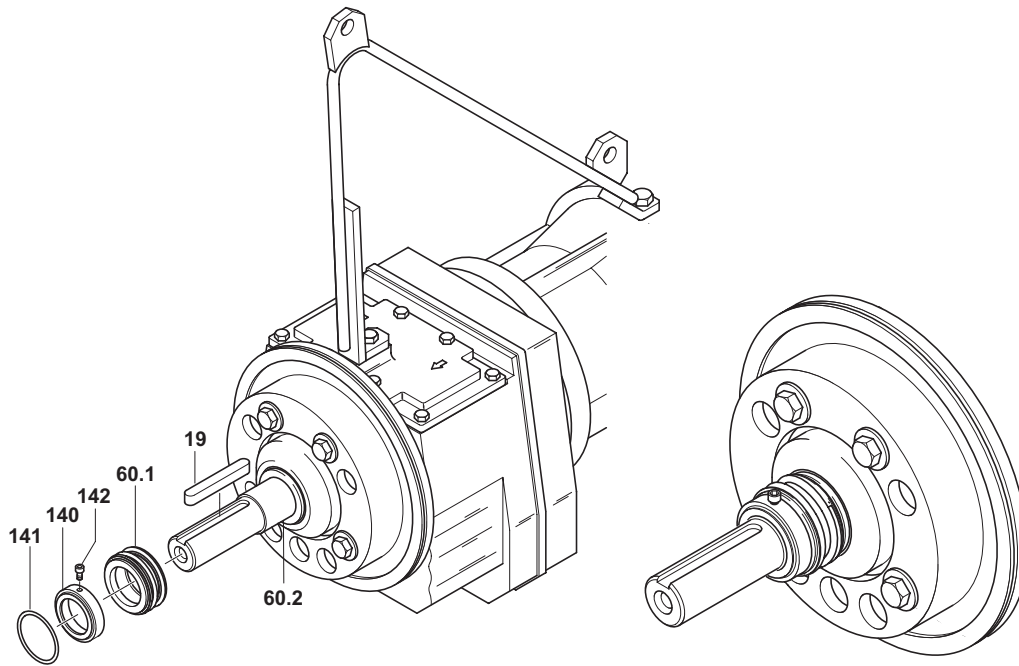

Fig. 14 Montaje de la junta mecánica SB, XSB900, XSB 2500
**ATENCIÓN**      **Asegúrense de que la posición del anillo de fijación es la correcta (ver Fig. 14/15). El surco para la junta tórica (14/141, 15/392) tiene que mirar hacia el extremo del eje.**